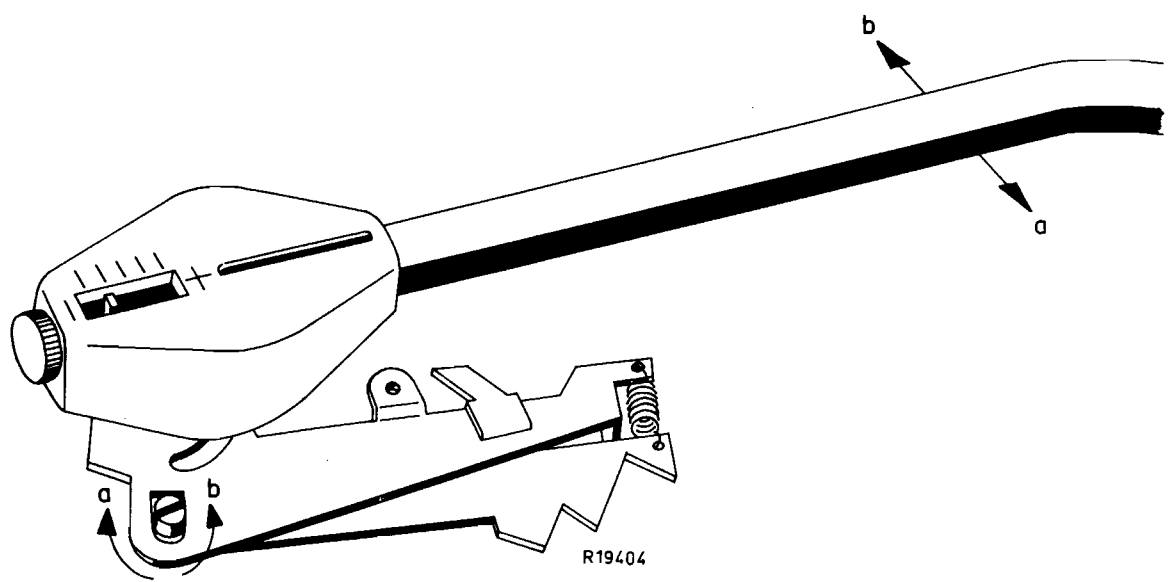

Fig.3
A. NAALDDRUK (zie fig. 3)
B. OPZETMECHANISME (zie fig. 3)